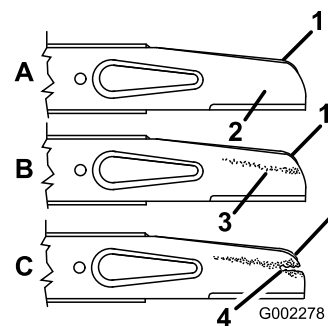

Figura 27
2. Retire las tuercas de la cuchilla, el acelerador y la cuchilla (Figura 27).